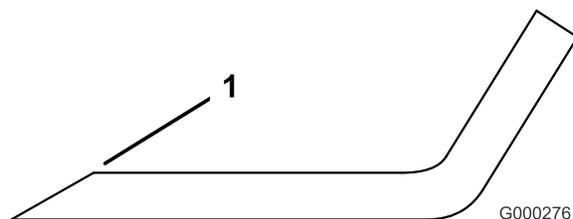

Figura 86
- Utilize uma lima para afiar a aresta de corte em ambas as extremidades da lâmina (Figura 86). Mantenha o ângulo original. A lâmina manterá o equilíbrio se for retirada a mesma quantidade de material de ambas as extremidades de corte.